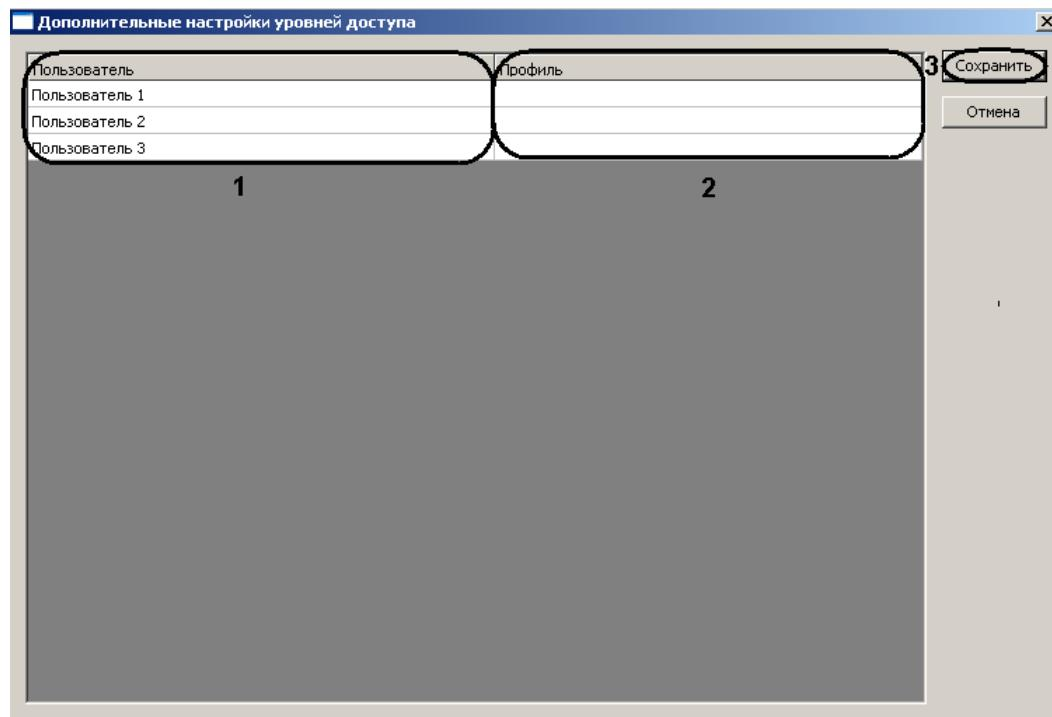

Рис. 3.5-4 Окно Дополнительные настройки уровней доступа
Откроется окно **Дополнительные настройки уровней доступа** (Рис. 3.5-4).
2. В столбце **Пользователь** отображаются пользователи, созданные в ПК ACFA *Intellect* (см. Рис. 3.5-4, 1). В ячейках столбца **Профиль** из раскрывающегося списка выбрать профиль пользователей, к которому необходимо привязать соответствующего пользователя (см. Рис. 3.5-4, 2).
3. Для сохранения изменений и возврата на панель настроек объекта **СКУД Elsys** нажать кнопку **Сохранить** (см. Рис. 3.5-4, 3).